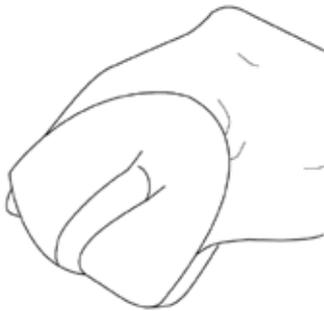

Figura 12
6. Enjuague con agua limpia por medio de sumergir el elemento del filtro de aire en agua fresca y aplicar una acción de apretón lenta (ver la Figura 12).